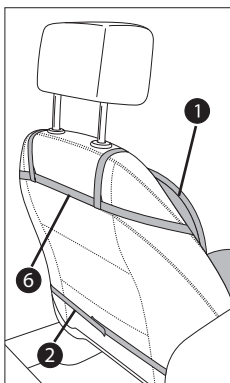

Fig. 1
- ◆ Fissare accuratamente il coprisedile **1** con le cinture di fissaggio **2** (v. Fig. 1).